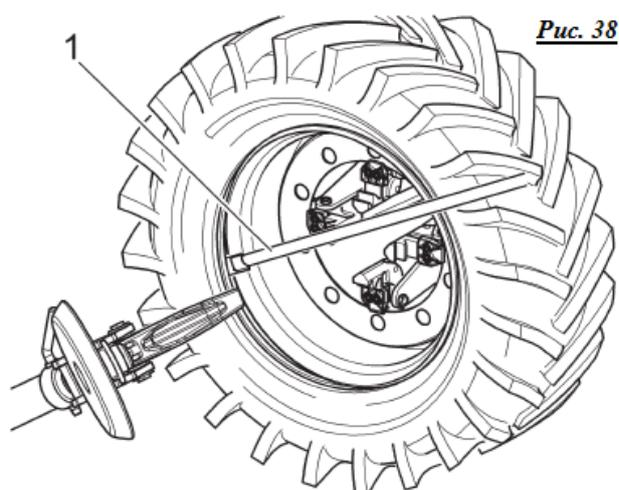

Рис. 38
- Вставьте рычаг (рис. 38, с. 1) между ободом и бортом с правой стороны от инструмента.